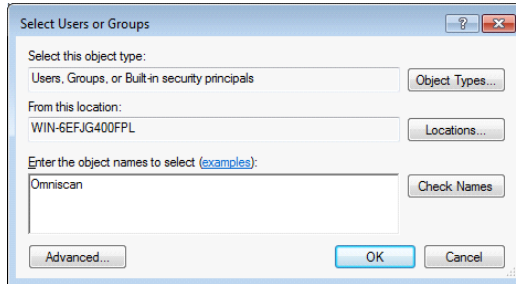

Рис. 7-32 Окно Выбор пользователей и групп (Windows 7)
11. В диалоговом окне **Select Users or Groups** (Выбор пользователей и групп) щелкните на кнопке **Locations** [Размещение] (см. Рис. 7-32 на стр. 232).
13. В диалоговом окне **Select Users or Groups** (Выбор пользователей и групп) в поле **Enter the object names to select** (Введите имена выбираемых объектов) введите **Omniscan** (см. Рис. 7-32 на стр. 232) и нажмите **ОК**.